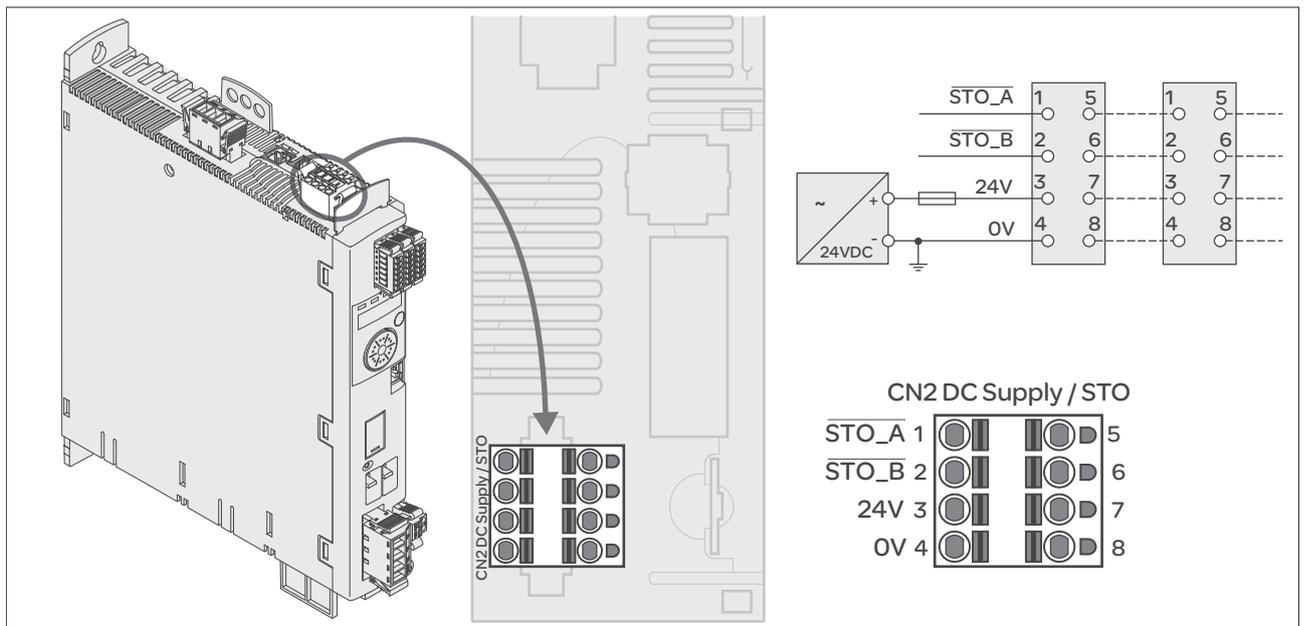

图 6.12 控制系统电源接线图
- CN2接头、针脚3和7以及CN2、针脚4和8(参阅图6.12)可作为24V/0V接头而用于其它的用电器。1请注意最大允许端子电流(“压簧端子CN2的属性”)。